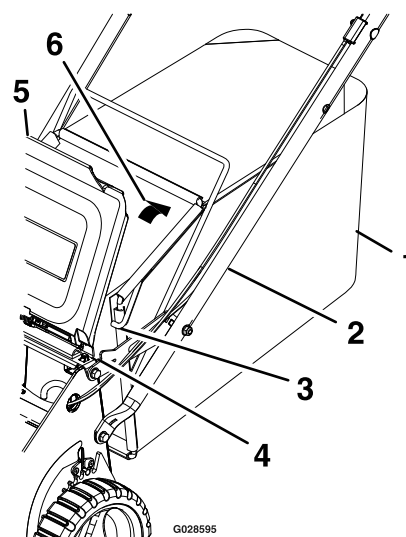

Figure 15
- Saisissez la poignée du bac et placez l'arrière de l'armature du bac sur le support de charnière du volet (Figure 15).